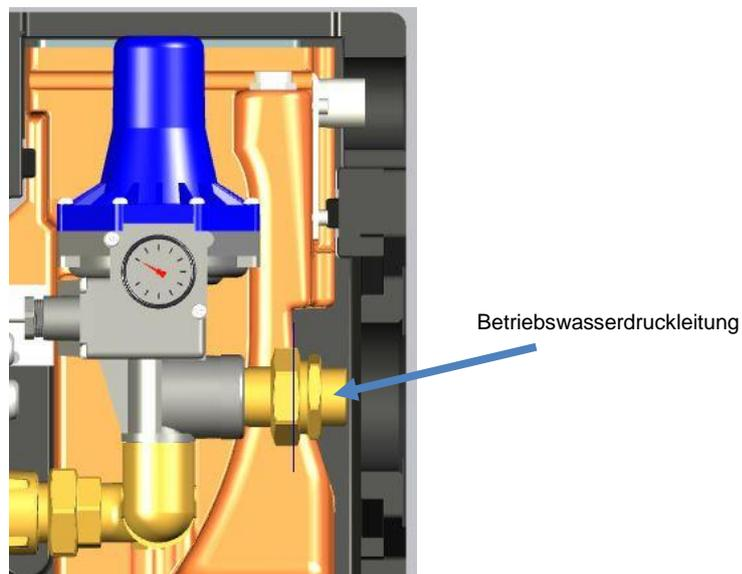

Abbildung 8: Anschluss der Betriebswasserdruckleitung
- 4) Die oben vorbereitete Leitung mit der 3-teiligen-Verschraubung des *Regenmanager*[®] verbinden, siehe Abbildung 8.